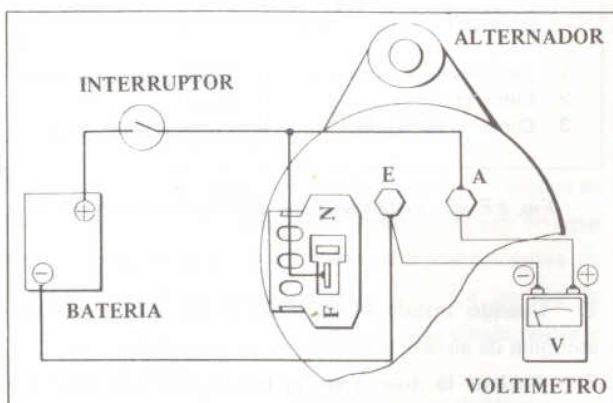

Fig. EE-48 Diagrama del circuito para la medición de salida (I)
1. Conecte la batería y el voltímetro como se muestra en la figura EE-48 y haga girar el alternador.